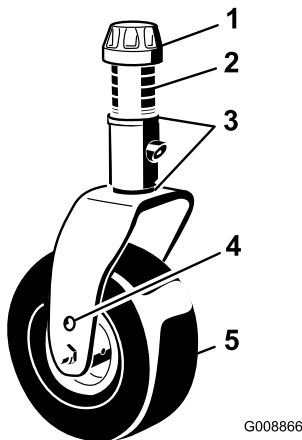

Figura 104
1. Retire a tampa de tensionamento do eixo roscado e desloque o fuso para fora do braço da roda giratória (Figura 104). Volte a montar os calços para levantar ou baixar a roda giratória até obter uma inclinação correta da unidade de corte.